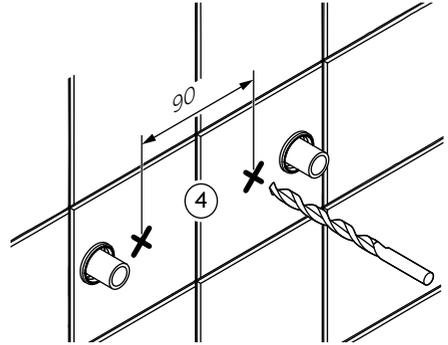

Fig. 1
4. Skruvfästningar i våtzon 1 ska göras i betong eller annan massiv konstruktion, träreglar, träkortlingar eller i konstruktion som är provad och godkänd för infästning, till exempel skivkonstruktion. Se exempel på godkända konstruktioner på sakerkatten.se. Alla infästningar i våtzon 1 och 2 ska tätas, se "Fig. 1" eller "Fig. 2". Material för tätning ska fästa mot underlaget och vara vattenbeständigt, mögelresistent och åldersbeständigt.
4. The screw mountings should be of a sturdy design, for instance made of concrete, wooden studs, wooden nogging pieces or a design that has been tested and approved for mounting, e.g. pad design. All attachment points must be sealed. See "Fig. 1" or "Fig. 2". The sealant material must attach firmly to the underlying surface and be water-resistant, mould-resistant and non-ageing.